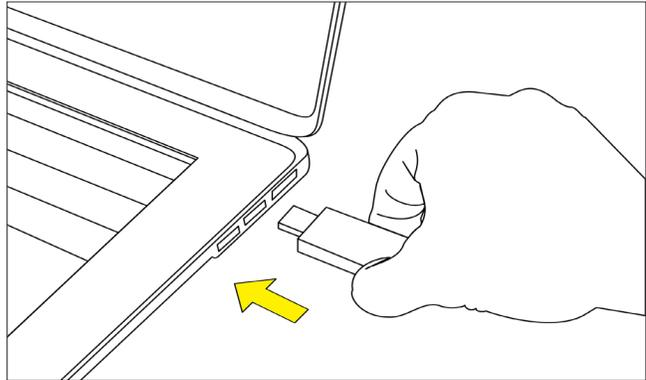

Figura 2. Conecte el transceptor USB en la computadora.
PASO 2. Instale el transceptor USB. Se debe de instalar en la computadora un transceptor USB (versión del firmware 1.6 o 2.0) para comunicarse con el reconector TripSaver II. Inserte el transceptor USB en cualquier puerto USB de la computadora. Vea la Figura 2. El proceso de instalación es automático.